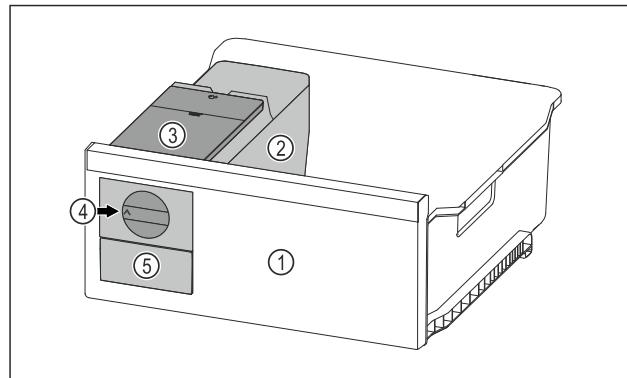

Fig. 97 Reprezentare exemplificatoare
- Rotiți butonul rotativ Fig. 97 (4) în sens orar până la opritor.
- Cuburi de gheăță cad din tava pentru cuburi de gheăță în sertarul pentru cuburi de gheăță Fig. 97 (5).